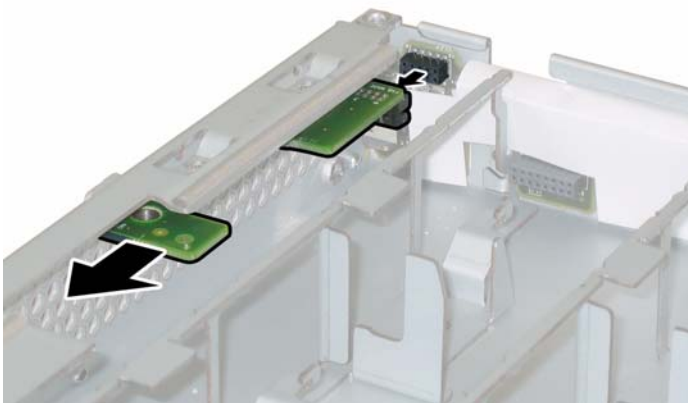

図 3-22 前面パネルインジケータ基板の取り外し
6. インジケータ基板を右手で支えながら左手で静かにシャーシの中央に向けて押し、基板を前面 I/O ボードから取り外します。図 3-22 を参照してください。